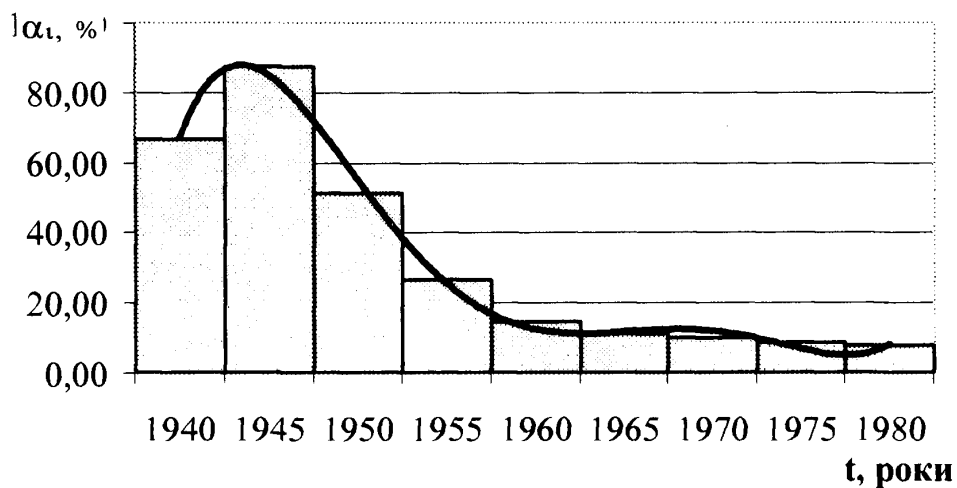

Рисунок 2.1 – Графік залежності $\alpha_i = f(t)$
2. Після визначення питомої ваги за заданий період часу побудувати для кожного виду транспорту графік залежності $\alpha_i = f(t)$ (рис. 2.1).